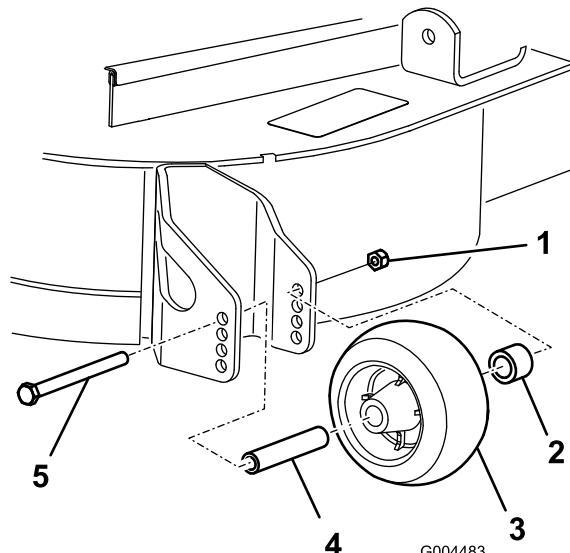

Figura 22
- Depois de regular a altura de corte, ajuste os rolos retirando a porca flangeada, a bucha, a cunha e o parafuso (Figura 22).
Nota: Aperte com 54–61 Nm (Figura 22).